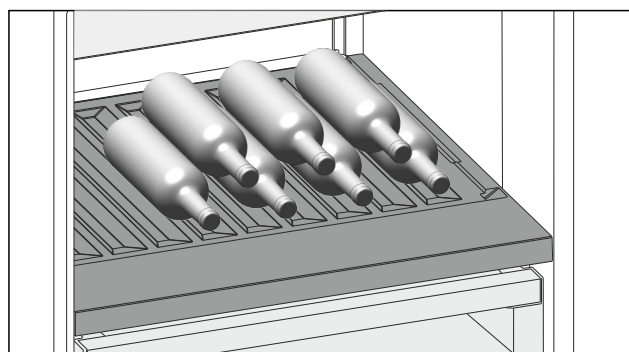

Fig. 108
- Flaschen mit dem Boden nach hinten zur Rückwand einlegen. (siehe Fig. 108)